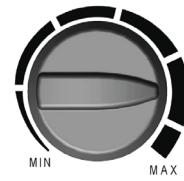

FIG. 4
- Romtemperaturen kan stilles inn med reguleringsskappen (Fig. 4). När den forhåndsinstilte temperaturen er oppnådd, vil termostaten slå av varmeelementene automatisk. Viften fortsetter å gå, og beskytter dermed enheten mot overoppheating. Hvis temperaturen faller under den forhåndsinstilte verdien, slår systemet automatisk på varmeelementene igjen.